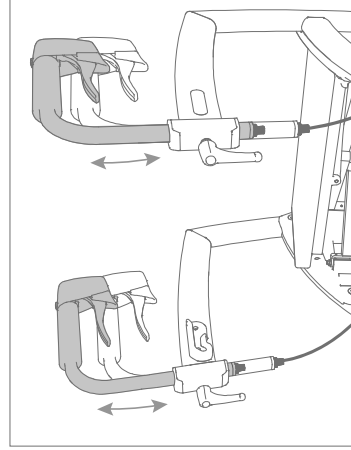

Figura 15: Establecer la altura correcta.
b. Deslice las empuñaduras a la altura correcta para usted (Figura 15)